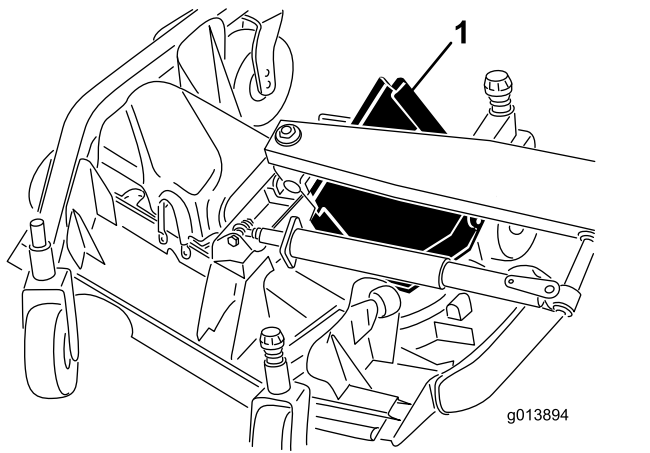

図 85
6. 前側エッジを持ち上げ、これを昇降アームとローラ之間に移動する 図 85。